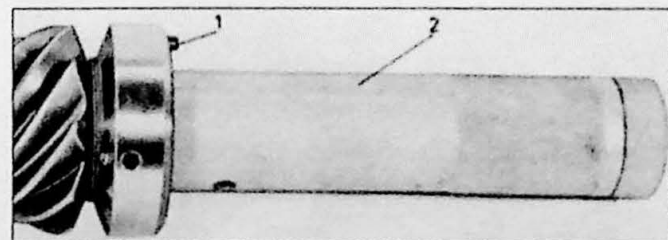

Fig. 9.25. Instelring en werktuig voor positie van pignion.
1. Schuur het aanrakingsoppervlak van de pignion met zeer fijn schuurlijnen. Zet de instelring en sleutel op de pignion (Fig. 9.25).